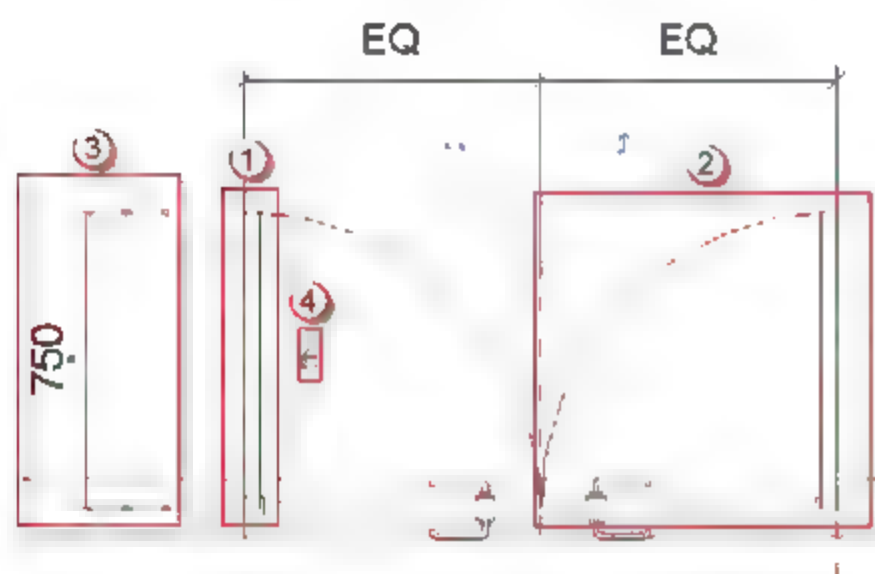

图 6.2.36 绘制 FM1534 乙的平面轮廓线
(32) 绘制 FM1534 乙的平面轮廓线。选择“项目浏览器”中的“楼层平面”→“参照标高”选项,进入门的参照标高视图。选择“注释”→“符号线”命令,绘制长750、宽40的“门板轮廓线”,和半径为750的“门开启方向轮廓线”,如图6.2.36所示,按快捷键D+I,为矩形“门板轮廓线”长边做标注,并将此标注锁定。按两次快捷键M以门的中轴线镜像复制。